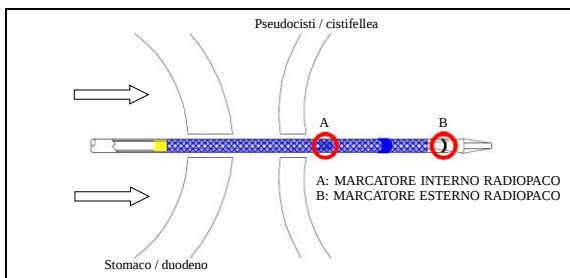

Figura 3
- a) Sotto guida fluoroscopica ed endoscopica, posizionare il sistema di rilascio con elettrocauterizzazione [HDS-10]. Il marcatore interno a raggi X (indicato con 'A' nella Figura 3) deve attraversare la parete di una pseudocisti o della cistifellea.